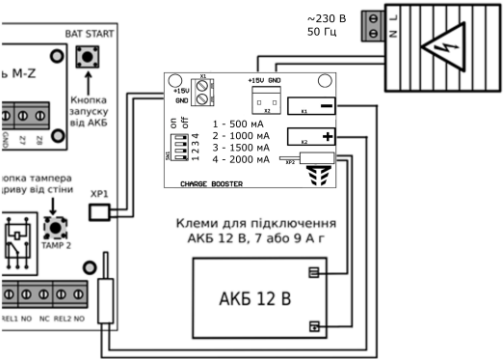

Рисунок 3.1 – Схема підключення з комплектним/вбудованим БЖ ППКО
- 1) з використанням комплектного/вбудованого блока живлення (далі – БЖ) ППКО (Рис. 3.1) – для ППКО Orion NOVA L/M версії 2.x та 3.x;
У інших випадках використовується схема із підключенням додатково встановленого БЖ, або в ППКО Orion NOVA L/M версії 2.x та 3.x заміна комплектного БЖ на PSU3515 для застосування схеми на Рис. 3.1.